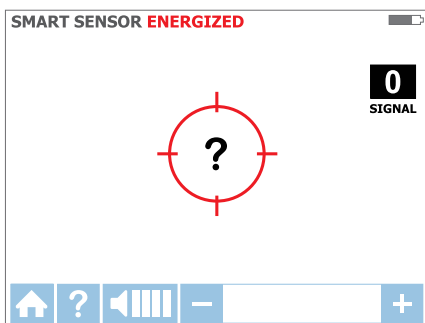

Figura 3.1c
3. Segure o receptor com o Sensor Inteligente na parte traseira da unidade de frente para a área de destino. Se a tela piscar um "?" em um alvo vermelho, então nenhum sinal é detectado. Mova o Sensor Inteligente mais perto do alvo até que seja detectado o sinal e você veja uma seta direcional. Se nenhum sinal for detectado aumente a sensibilidade utilizando o botão "+" no receptor. (vide Figura 3.1c)\*